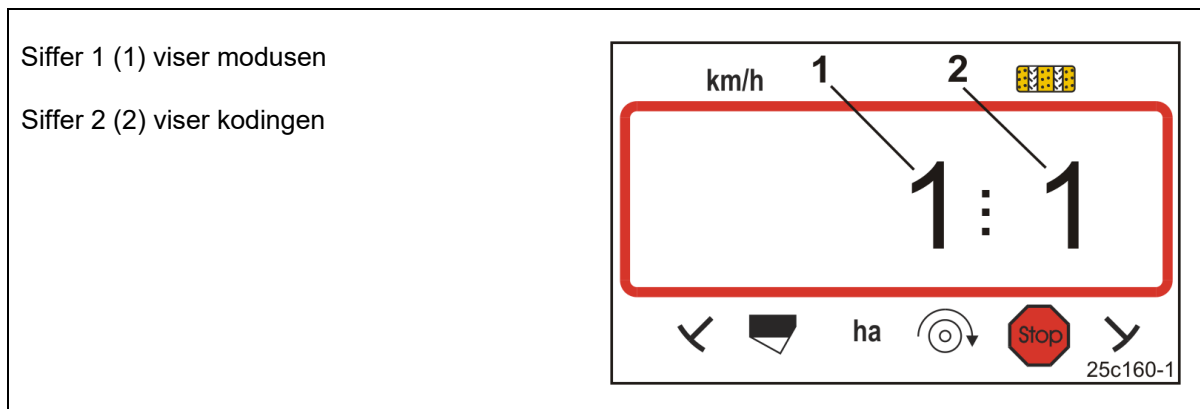

Fig. 14
Betjeningsterminalen krever innlegging av maskindataene i kodet form (se Fig. 14).
- Åpne modus 1 (se Fig. 14).